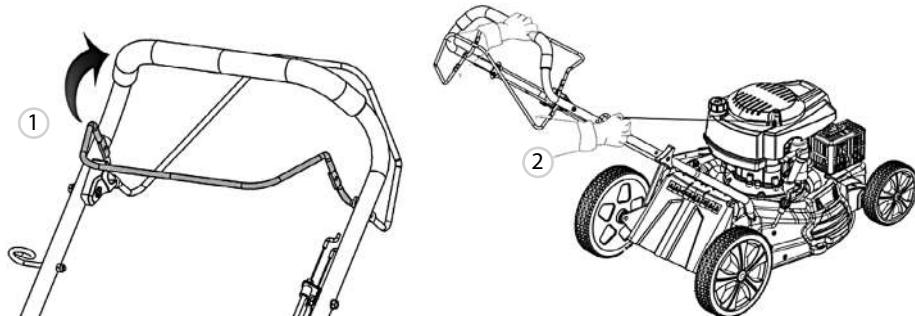

Рис. 11
4. Зажмите рычаг привода ножа 1 (рис. 11), медленно вытащите шнур ручного стартера, пока не почувствуете сопротивление, а затем быстро потяните его (2, рис. 11). Повторите данный процесс несколько раз до запуска двигателя.